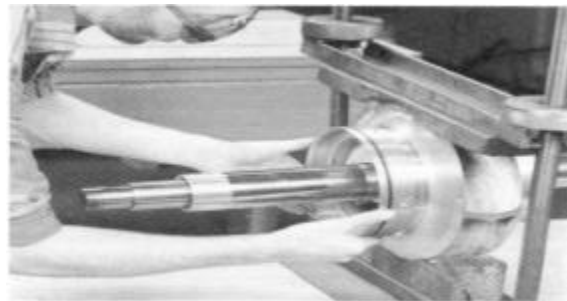

FIGURA 43 – REMOCION DE LOS ANILLOS DE CARCAZA DEL IMPULSOR
11. Retire los dos anillos de carcasa (3-003-9) del impulsor (4-002-0) y retire los O-rings (3-914-2) de cada anillo de carcasa. (Consulte la Figura 43).